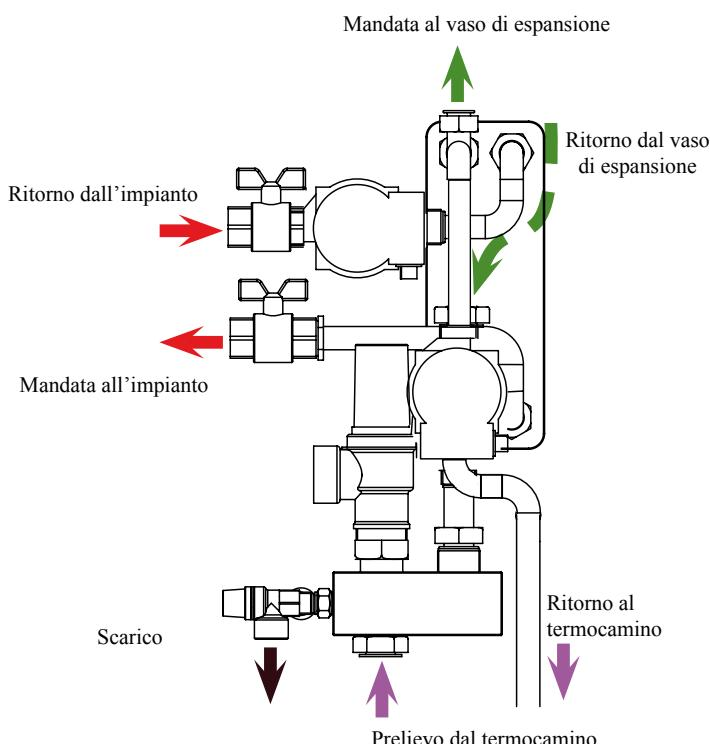

Fig.4
- Per gli allacciamenti all'impianto di riscaldamento, al vaso di espansione e al termocaminetto attenersi allo schema riportato in fig.4.
- For connection to the heating system, the expansion tank and the vent shaft, refer to the diagram in fig.4.
- Pour les raccordements au circuit de chauffage, au vase d'expansion et au poêle, respecter le schéma reporté à la fig.4.